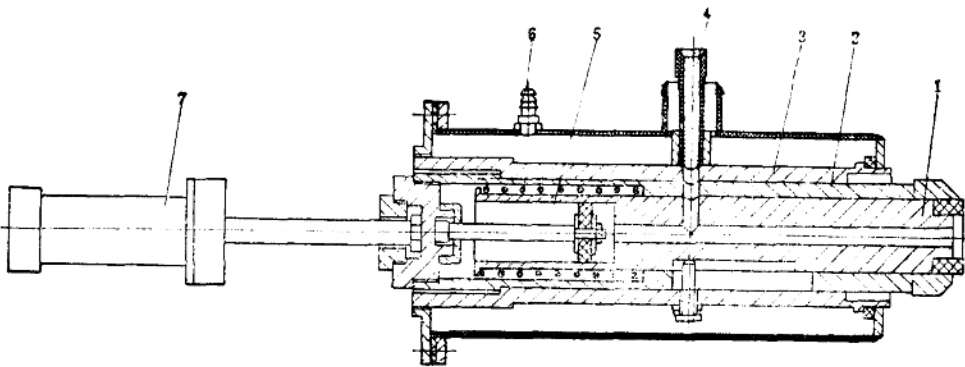

图7-1-2 浮动式气动注蜡头
② 前后活动板均为铸铁件, 经检查如无裂纹和损坏, 修理时不必更换。在活动板的导向孔处镶有青铜套, 当导向杆与衬套之间的间隙超过允许值时要及时更换衬套, 以免影响压型的安装和使用精度或损坏压型附件。
③ 拆洗油缸并检查各零件磨损情况, 更换密封件。
④ 拆洗换向阀、压力阀, 清洗油箱, 更换新油。
⑤ 浮动式气动注蜡头的修理(图7-1-2)。在生产中当注蜡头发生较大故障时, 为了缩短修理时间, 可整套更换。